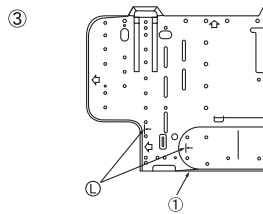

Fig. 3-7
- ③ En caso de que el tubo esté empotrado en la pared con anterioridad: (Fig. 3-7)